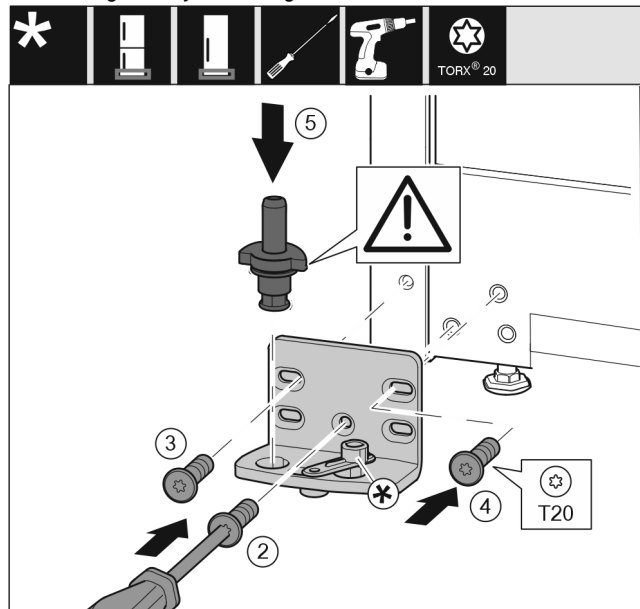

Fig. 14
- ▶ Lagerbus op de andere kant aanbrengen en met behulp van een schroevendraaier T20 vastschroeven. Met schroef 2 onder in het midden beginnen. Fig. 14 (2)
- ▶ Schroef 3 en 4 vastschroeven. Fig. 14 (3,4)
- ▶ Lagerbout volledig aanbrengen. Let op dat de vergrendelnok naar achter wijst. Fig. 14 (5)